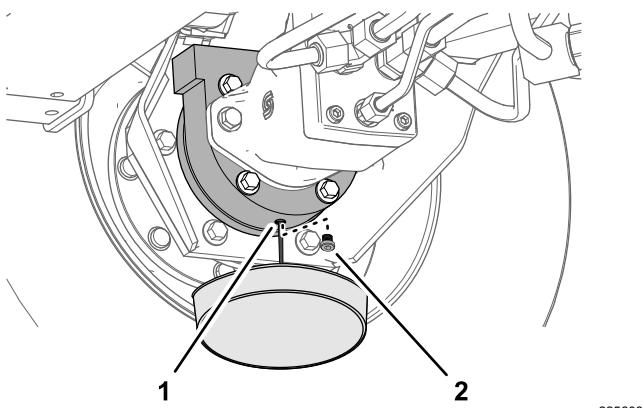

Рисунок 62
6. Подставьте сливной поддон под корпус тормоза, снимите пробку сливного отверстия и дайте маслу полностью стечь (Рисунок 62).